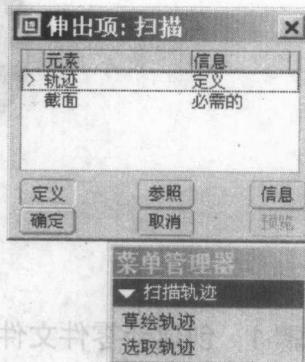

图 3-2
(1) 选择菜单“插入”→“扫描”→“伸出项”命令，弹出如图 3-2 所示的对话框与菜单。
(2) 选择“扫描轨迹”→“草绘轨迹”命令，以绘制扫描轨迹线。